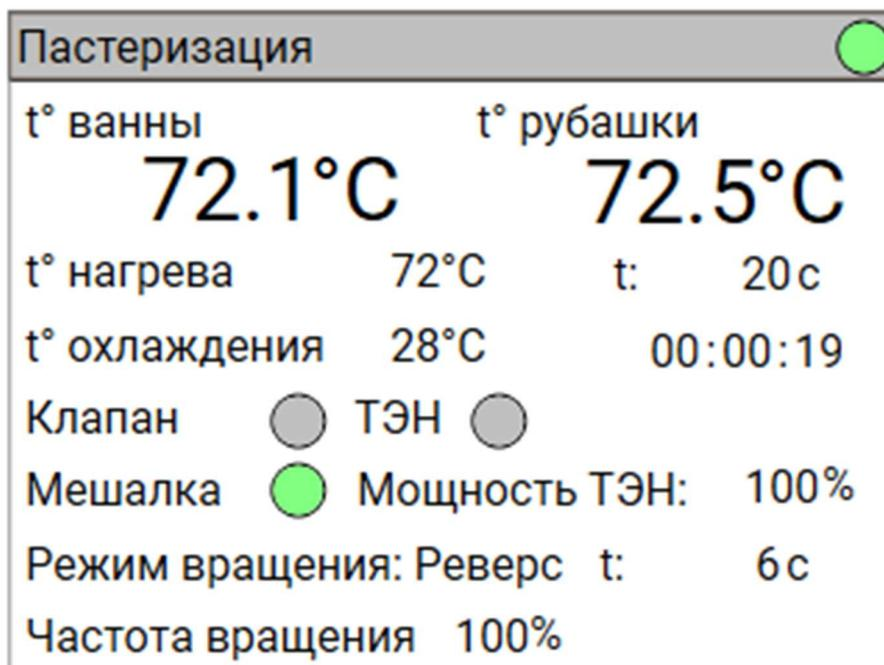

Рисунок 3 – «Выдержка в режиме пастеризации»
2. Выдержка температурной паузы определенного пользователем промежутка времени (рисунок 3).